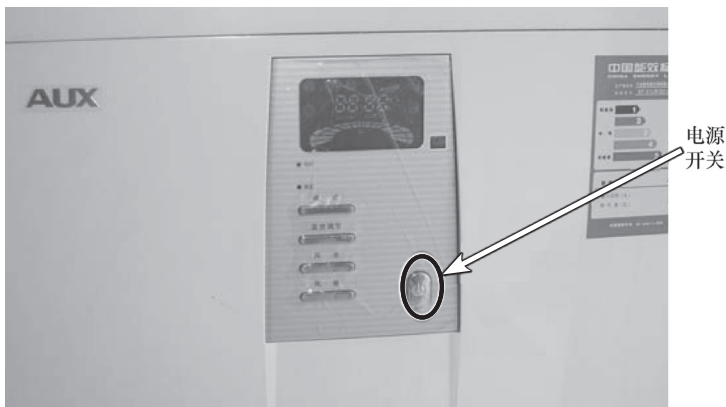

图 6-15 按电源开机
1) 上门检查，将空调器通上电源，室内机显示板电源指示灯不亮，按动电源“开关”键，室内机无反应，如图 6-15 所示。